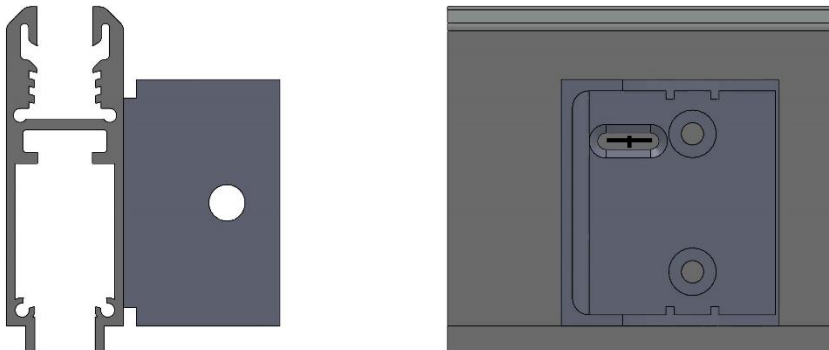

Figura 11
- Colocar la pieza como se visualiza en la figura 11 para marcar la posición del primer taladro.